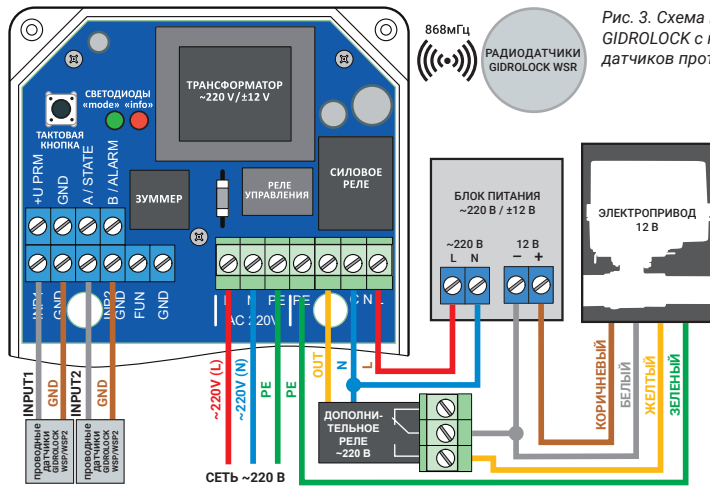

Рис. 3. Схема подключения шарового электропривода GIDROLOCK с напряжением питания 12 В и проводных датчиков протечки воды GIDROLOCK WSP или WSP2.
**5.2 Проводные датчики протечки воды WSP** подключаются к клеммам: **INP1** и **GND** – первая зона контроля, **INP2** и **GND** – вторая зона контроля (рис. 3 и 4).
**5.4** Схема подключения электропривода GIDROLOCK напряжением питания 12В приведена на рис. 3. В этом случае необходимо использовать внешний блок питания (адаптер) ~220 В / ±12 В и дополнительное реле 220 В.